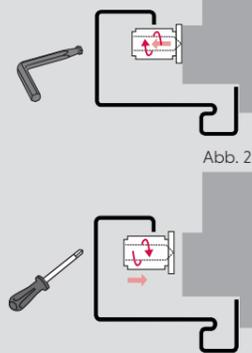

Abb. 1
- 2 Die Zargenhülsen am oberen Scharnier werden gelockert. Siehe Abb. 1. Jede Umdrehung entspricht 2 mm. Maximal jeweils eine (1) Umdrehung drehen.